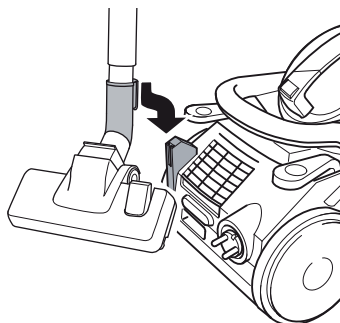

Abb. 19
- Zum Aufbewahren oder bei Arbeitspausen können Sie die Parkhalterung verwenden, um den Parkhaken an der Bodendüse einzuhaken (Abb. 19).